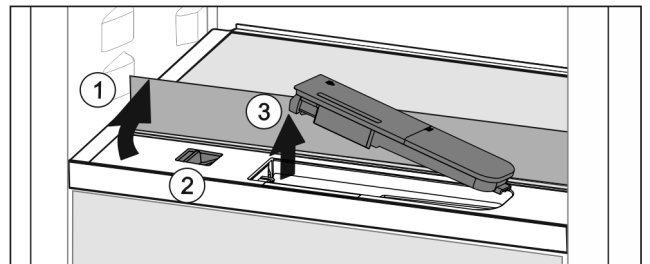

Fig. 145
- ▶ Soulever la tablette et la rabattre vers l'arrière jusqu'à la butée Fig. 145 (1).
- ▶ Pousser le curseur Fig. 145 (2) vers la gauche.
- ▶ Sortir le filtre à eau Fig. 145 (3).